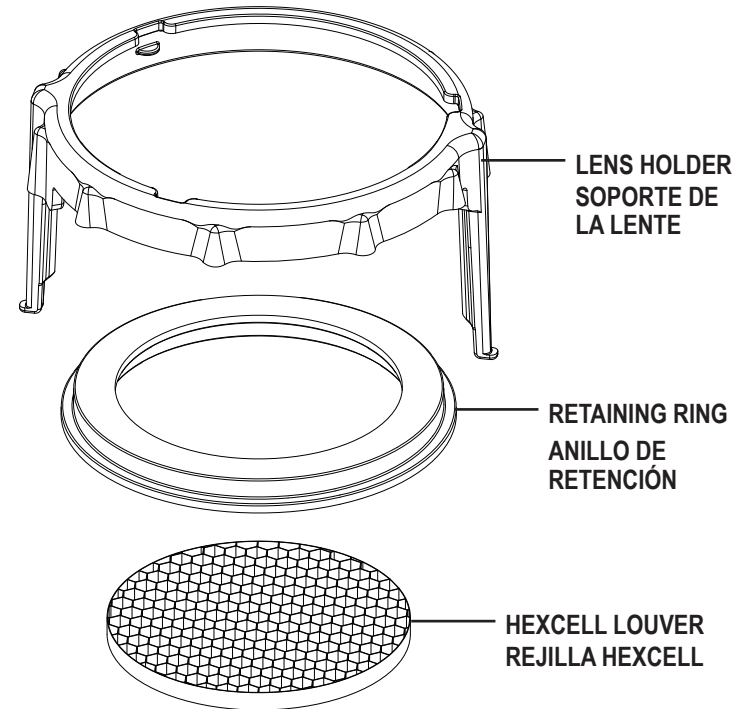

Fig. 1
- 1) Primero ensamble la Rejilla Hexcell en el anillo de retención y luego encaje el anillo de retención con la Rejilla Hexcell en el soporte de la lente (vea la Fig. 1).